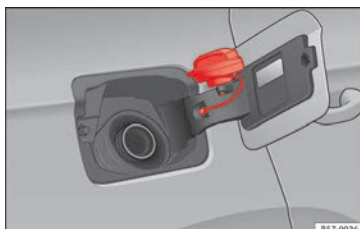

Fig. 60 Tapa del depósito con el tapón encajado.
- Colóquelo en el espacio que hay en la bisagra de la tapa abierta »» **fig. 60.**